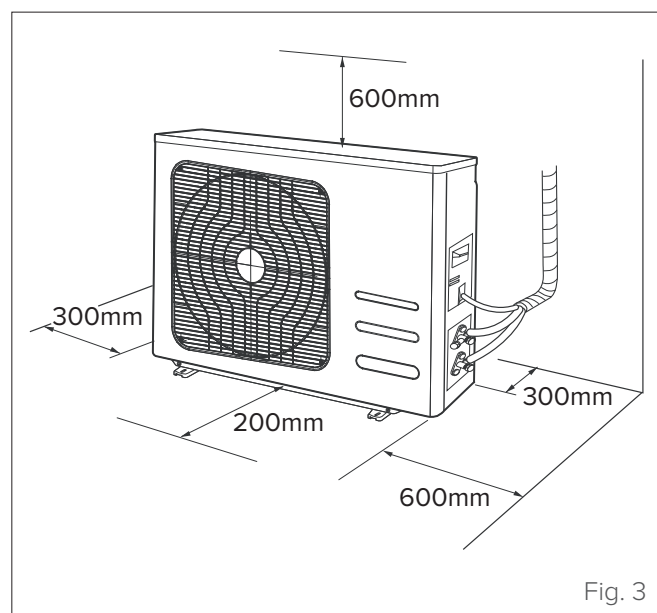

Fig. 3
- spațiul disponibil pentru instalare trebuie să îndeplinească cerințele indicate (vezi „Fig. 3”)